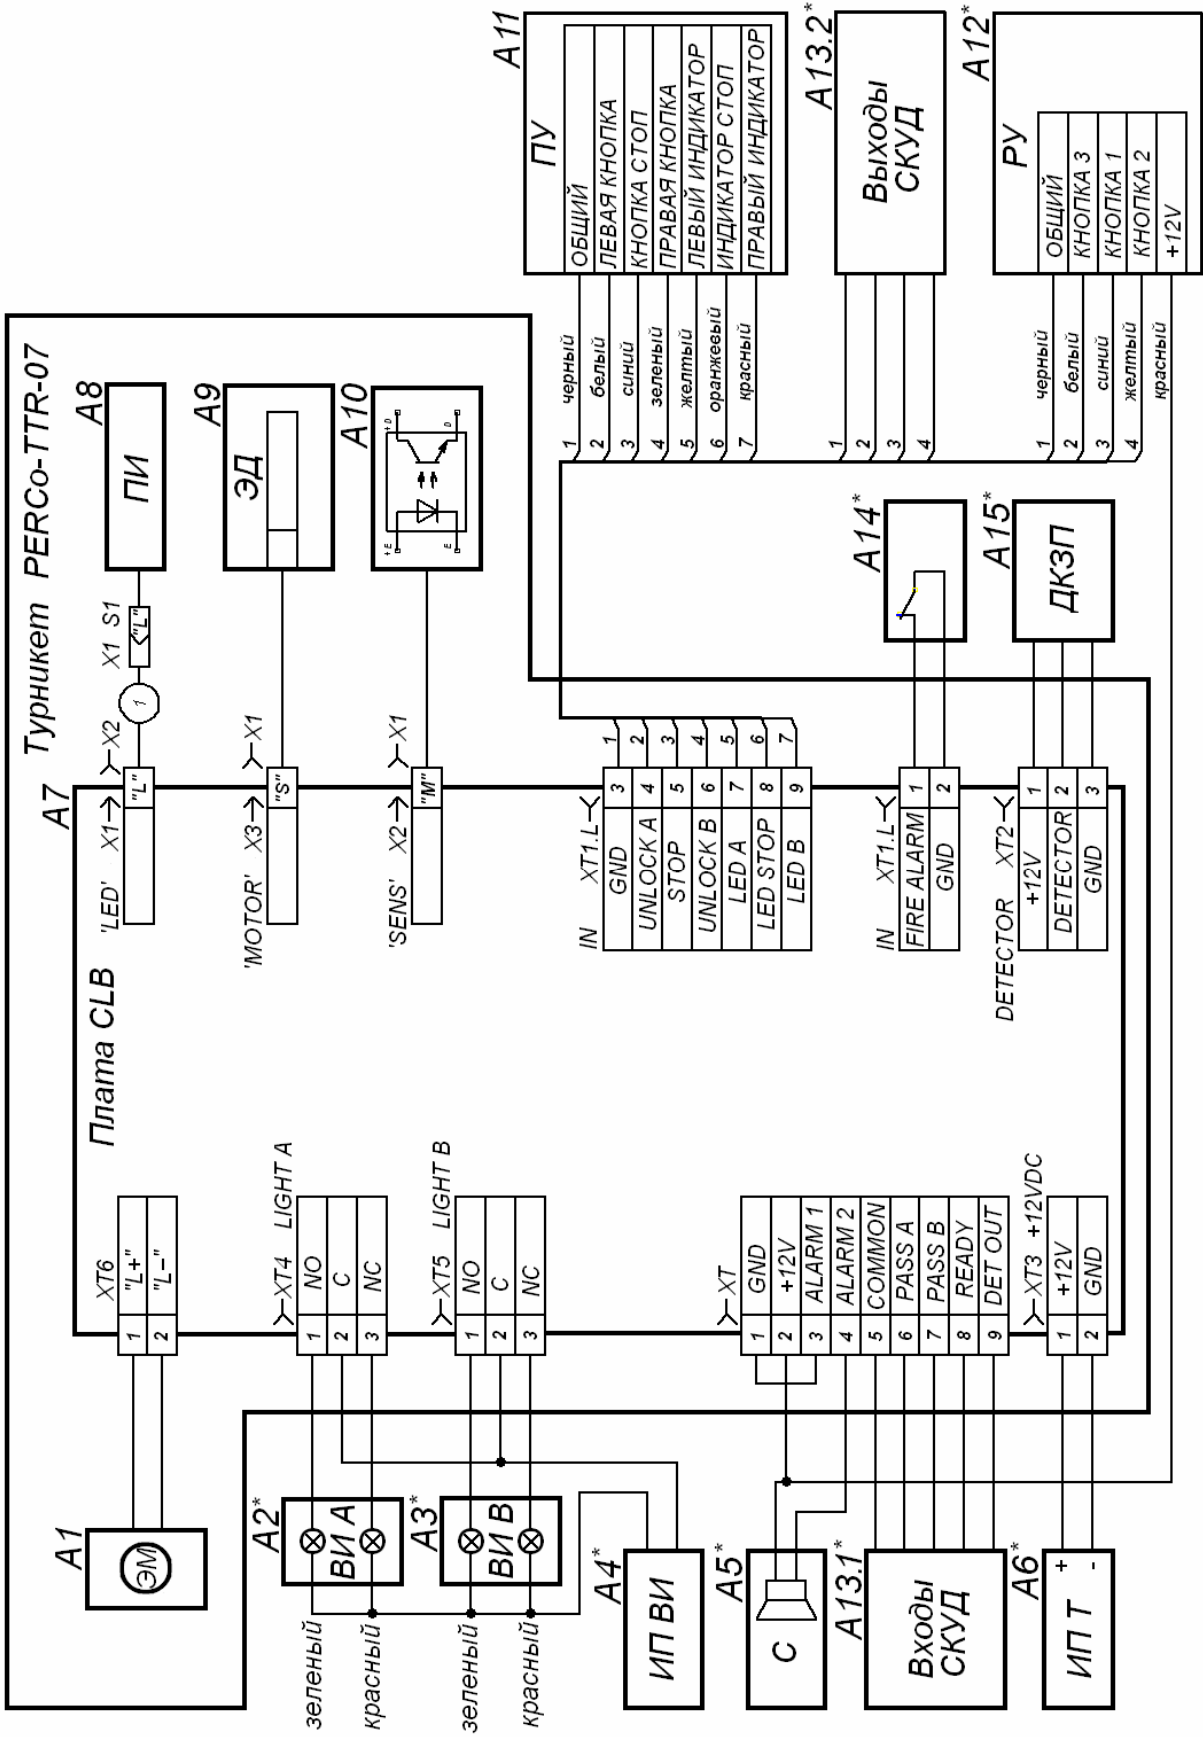

Рисунок 3 Схема электрическая соединений турникета PERCo TTR-07 (перечень элементов см. в таблице 1)
5.2.3 Пульт управления / устройство радиоуправления / контроллер СКУД (11), устройство аварийного открытия прохода, блок индикации, механизм управления и источник питания турникета (7) подключаются к плате CLB кабелями в соответствии со схемой электрической соединений (см. рисунок 3).